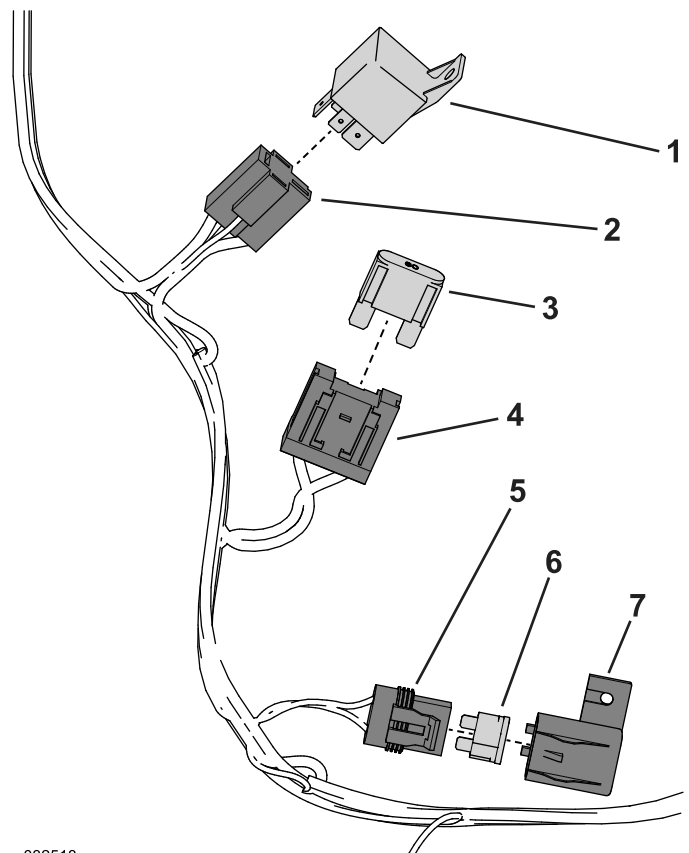

図 37
1. ワイヤハーネスに以下の部品を接続する 図 37。
2. リレーコネクタにリレーを取り付ける 図 37。
3. ヒューズホルダーにヒューズ60Aを取り付ける 図 37。
4. ヒューズアセンブリにヒューズ10Aを取り付けてヒューズアセンブリキャップで固定する 図 37。